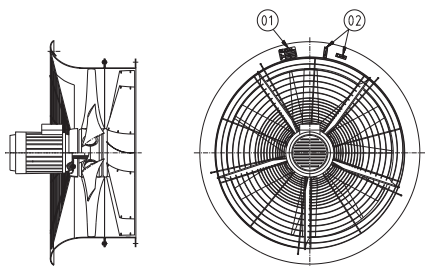

Fig. 7 Novax type ACG
Vóór ingebruikname dient gecontroleerd te worden of de ventilator en de kanaalaansluitingen schoon zijn en dat gereedschap en dergelijke verwijderd is. Er moet ook gecontroleerd worden of de elektrische aansluiting aan de geldende voorschriften voldoet en of de eventuele korf aan de zuigzijde en perszijde van de ventilator juist gemonteerd is. Verder moet nagegaan worden of de draairichting van de ventilator overeenkomt met de aangebrachte pijl (controleer bij aan/uit start). (fig. 7, pos 01 en 02).